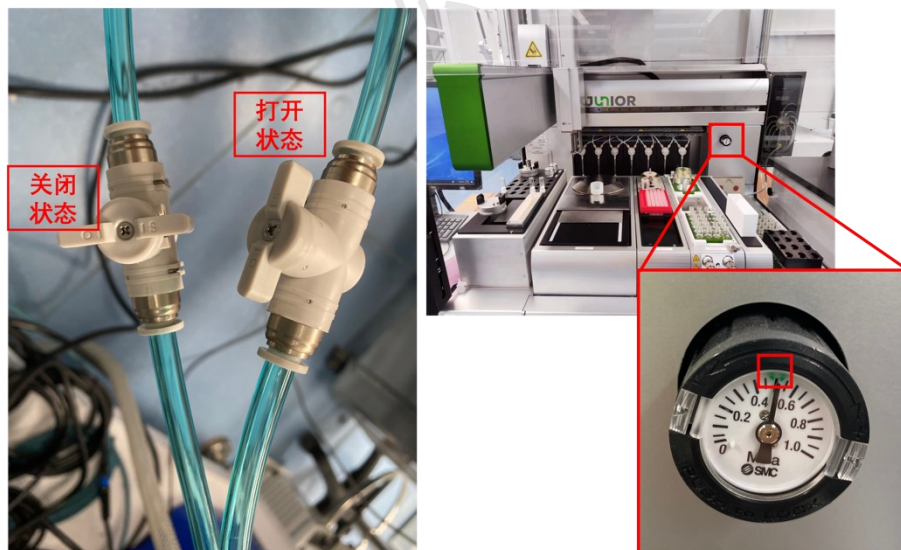

图 6-4-2
- 3) 如图 6-4-2 左, 确认仪器背面的 N_2 管路连接已打开, 并核对仪器上的压力表指针在绿色区域 (约 0.5 MPa, 图 6-4-2 右);